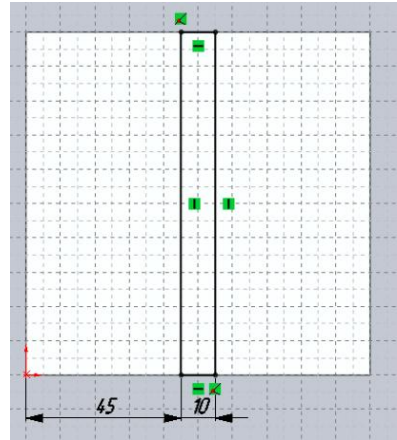

Рисунок 10.36 - Ескіз другої деталі
2. Витягніть отриманий ескіз на 10 мм (товщина деталі). Тепер на верхній грані першої деталі намалюємо ескіз другої деталі (рис. 10.36) і витягнемо її за допомогою команди - **«Вытянутая бобышка/основание»** на відстань 50 мм (довжина другої деталі, що приварюється).